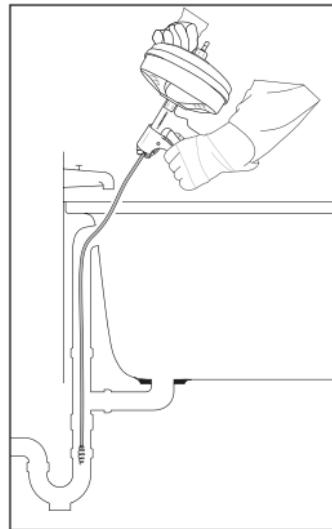

Fig. 2
- No introduzca nunca la espiral **⑧** en el desagüe de la bañera. De lo contrario, se dañaría la espiral **⑧**. En su lugar, intodúzcalo siempre por el rebosadero (consulte la fig. 2) de la bañera.